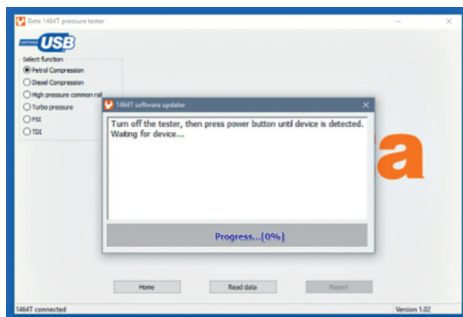
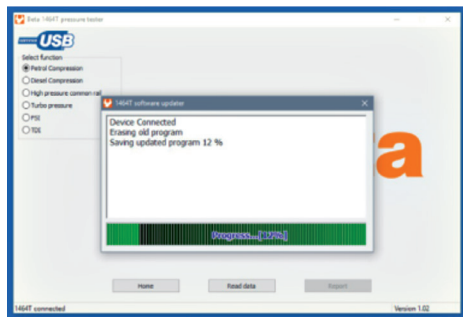

Fig. 5
Fig. 6
- Il messaggio successivo (vedi fig. 5) indicherà di spegnere il tester e di tenere premuto il tasto di accensione fino al rilevamento del tester da parte del PC. **In questa fase è estremamente importante tenere premuto il tasto di accensione (per circa 6 secondi) fino al rilevamento del tester da parte del PC nella modalità di aggiornamento (vedi fig. 6).**
- Una volta rilevato il tester, verrà avviato il processo di aggiornamento (vedi fig. 6).